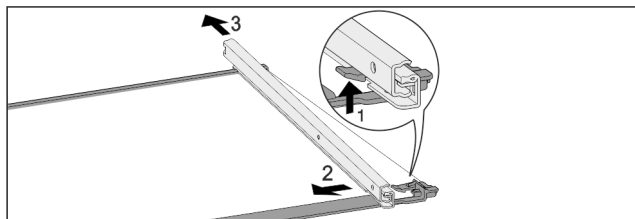

Fig. 124 Стъклена плоча с релси
- Натиснете нагоре предните фиксиращи палци. Fig. 124 (1)
- Плъзнете изтеглящата релса настрани Fig. 124 (2) и назад Fig. 124 (3).